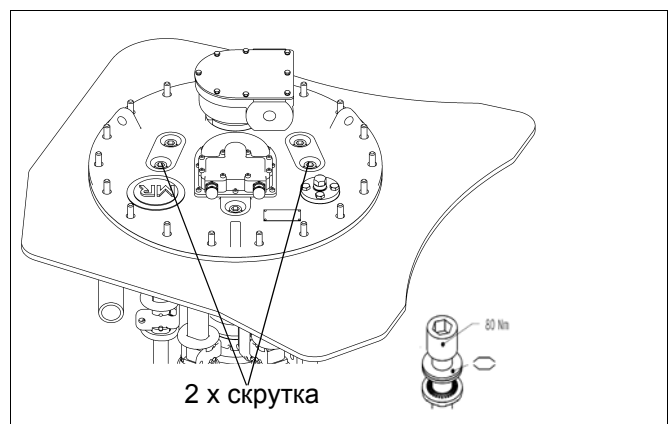

рис. 118 Прикрутите головку к устройству ПБВ.
21) Закрутите остальные 2 болта (M16 x 60 со стопорными элементами, $M_d = 80+10$ Нм (рис. 118).